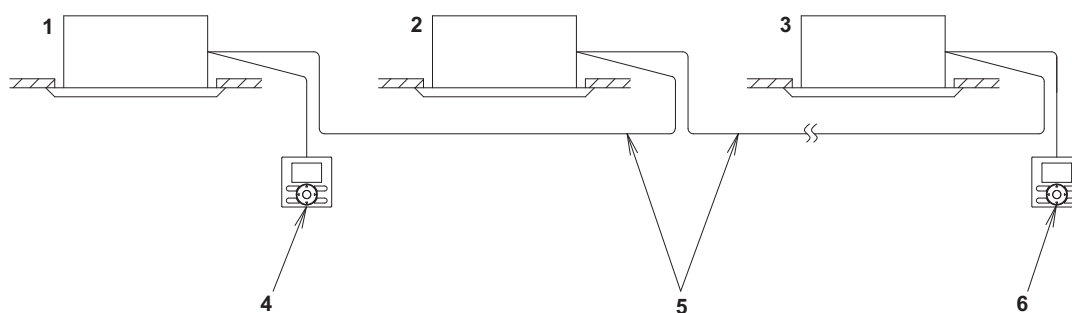

Bild 20
- Vid samtidig användning av gruppstyrning och styrning med 2 fjärrkontroller ansluter du fjärrkontroll 2 (slav) till inomhusenheten som är sist i korskopplingen (det största numret). (Se bild 20)